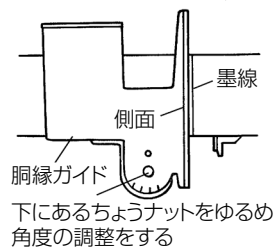

図 23
- (1) 胴縁ガイドの角度を調整して胴縁ガイドの側面と墨線を一致させてください。（図 23）